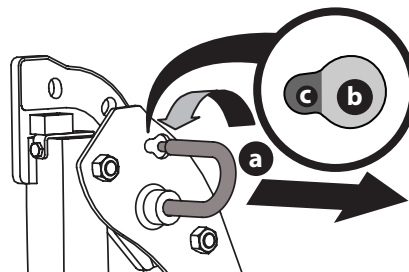

Fig. 4
1. Tirez légèrement sur la partie supérieure de la SPRC pour relâcher la tension sur la goupille de verrouillage (a) et faites pivoter la goupille de verrouillage (a) de la position VERROUILLÉE (b) à la position RÉGLAGE (c) (Fig. 4). Répétez la procédure pour la goupille de verrouillage du côté opposé.